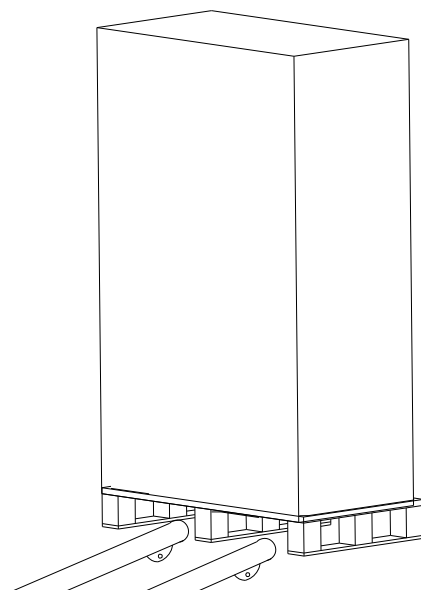

Рис.3-5 Перемещение с помощью погрузчика или роклы
2. Переместите оборудование в требуемое место, как показано на Рис.3-5.